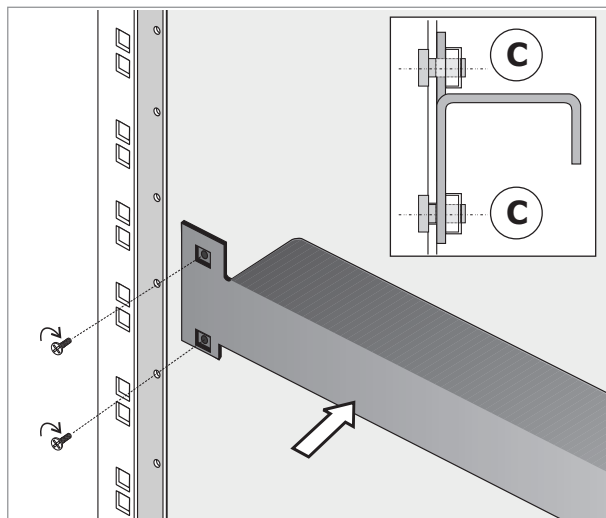

Fig. 2.1.3
1. Fix the brackets **[B]** to the rack by means of the supplied screws **[C]** as shown in figure 2.1.3.
1. Fixer les brides **[B]** au rack en utilisant les vis **[C]** fournies à cet effet comme indiqué à la figure 2.1.3.
Fig./Abb. 2.1.3
1. Die Bügel **[B]** mit Hilfe der beiliegenden Schrauben **[C]** am Rack befestigen, wie in Abbildung 2.1.3 dargestellt.